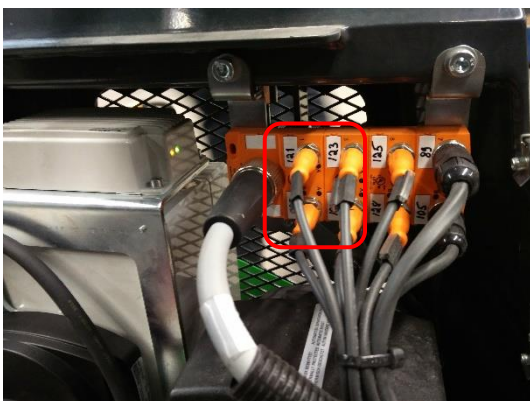

Figura 25: Caja divisora, conectores del estabilizador marcados en el interior del cuadrado rojo
- La causa de la avería se encuentra en la caja divisora (figura 25) en la parte trasera del chasis. En la caja, los conectores 1-4 equivalen a la numeración de los brazos.